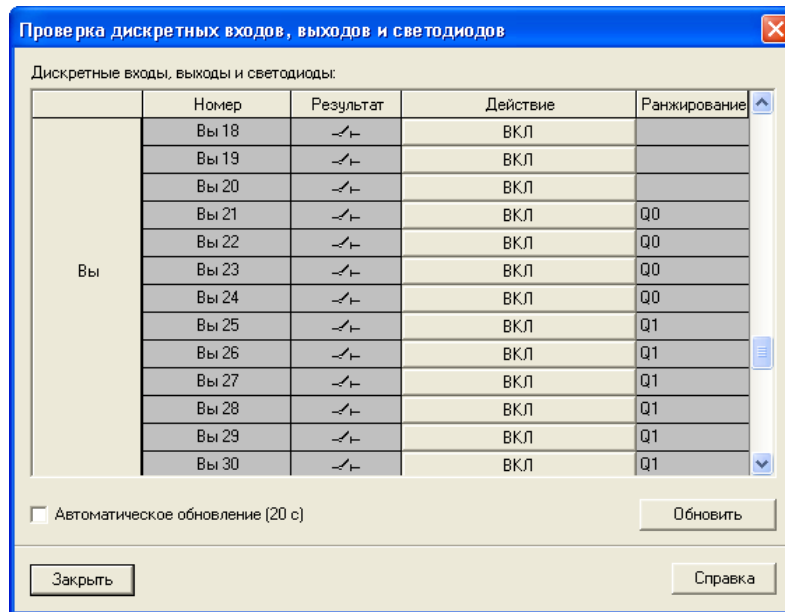

Рисунок 3-24 Тестирование дискретных входов и выходов — пример
- Щелкните два раза на элементе списка **Проверка аппаратного обеспечения**. Откроется одноименное диалоговое окно (см. Рисунок 3-24).